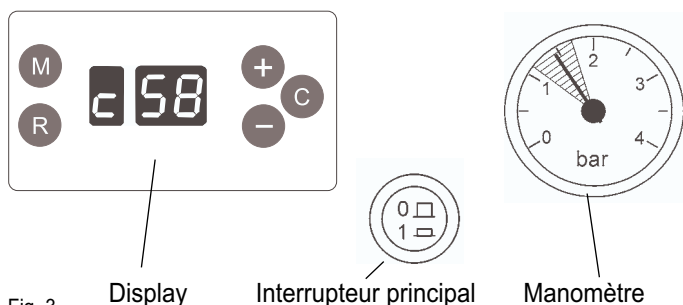

Fig. 3 Display Interrupteur principal Manomètre
Lorsque vous ouvrez le clapet frontal de l'appareil, vous pouvez voir le display, l'interrupteur principal et le manomètre (Fig. 3).
- Remplissez d'eau jusqu'à ce que le manomètre indique une pression de l'installation de chauffage d'au moins 1,2 bar à 1,5 bar (Fig.3).